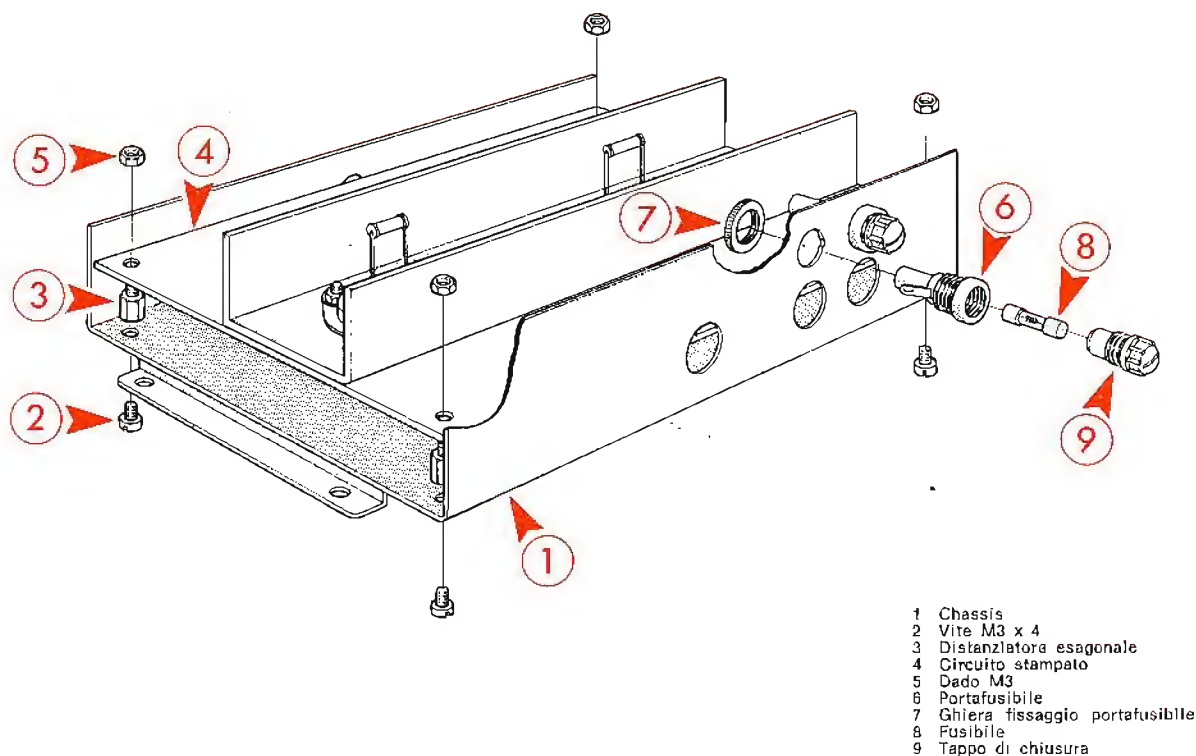

Fig. 6 - Montaggio di alcuni componenti sullo chassis.
□ Montare i componenti sullo chassis come chiaramente indicato in fig. 6.